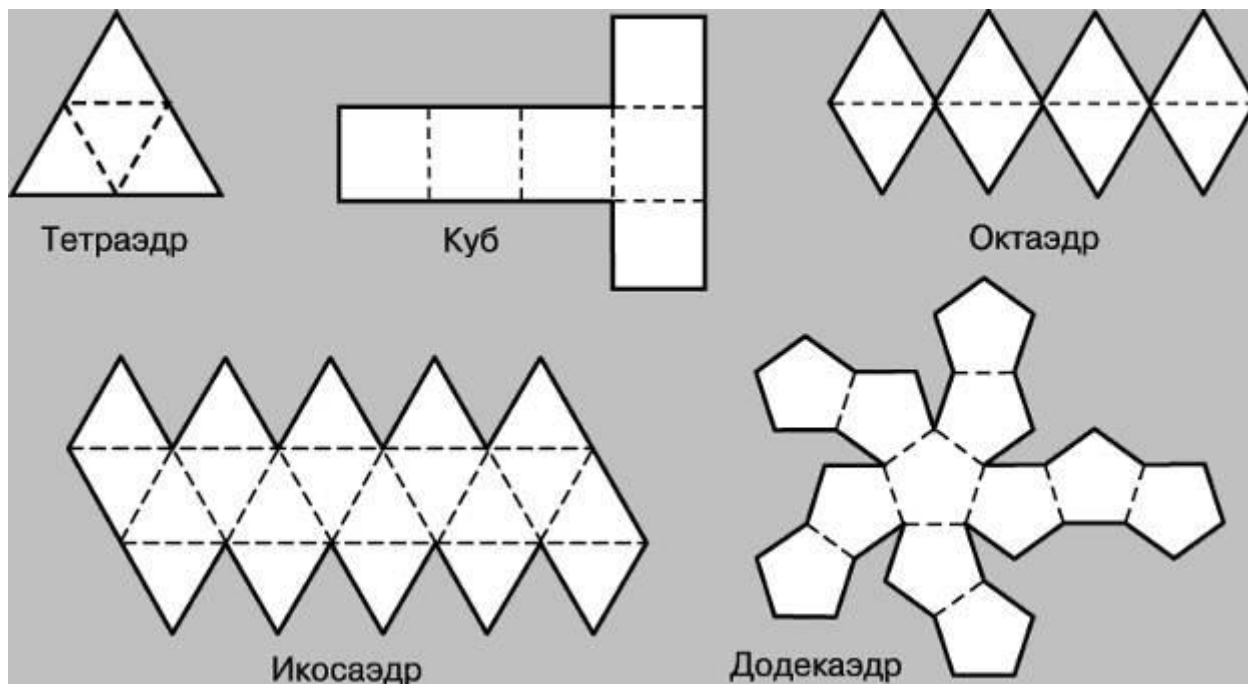

Рисунок 18 – Примеры развёрток тел для самостоятельной работы
2. *Задания для самостоятельного решения:* Изготовьте модели правильных многогранников по их разверткам рис. 18: